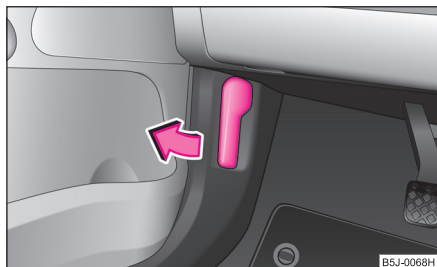

Fig. 167 Maneta de deblocare a capotei motorului
- Trageți maneta de deblocare din parte stângă de sub bord ⇒ fig. 167.
- Deblocați capota motorului ⇒ fig. 167.